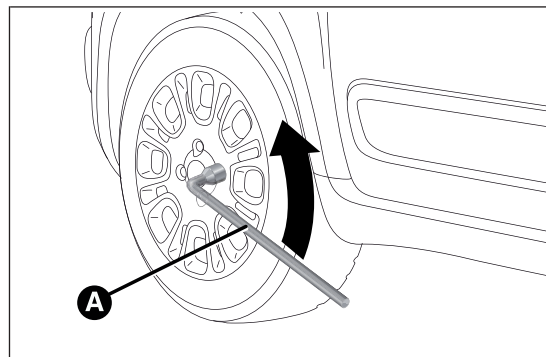

fig. 110
- ☐ tomar la llave A fig. 110 y aflojar aproximadamente una vuelta los tornillos de fijación;
- ☐ tomar la llave A fig. 110 y apretar a fondo los tornillos de fijación;